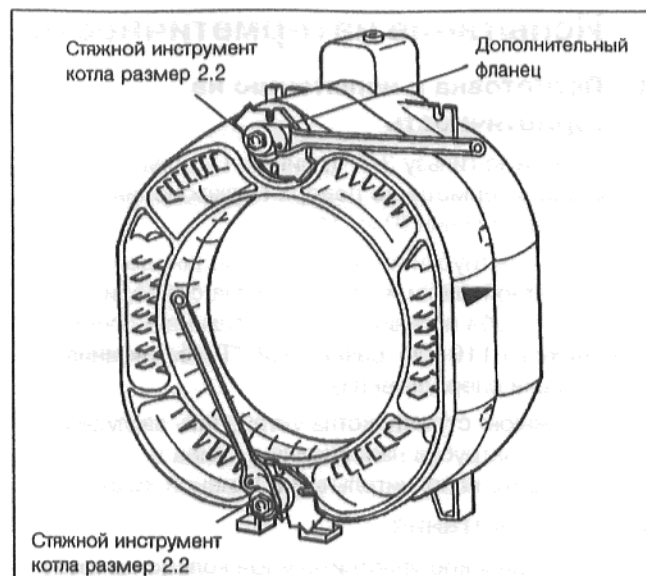

Рис. 14
**Применить стяжной инструмент котла размером 2.2 (Рис. 1, Рис. 14).**
- Продеть одну стягивающую штангу через верхнюю, а другую стягивающую штангу через нижнюю ступицу котла (Рис. 14).